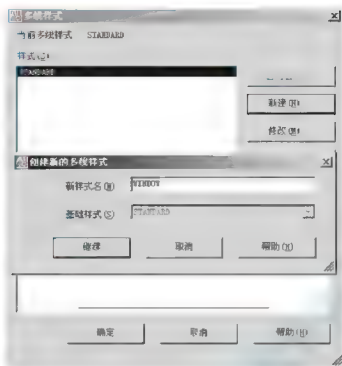

图 2.78 创建新的多线样式
(1) 执行菜单栏中的【格式】|【多线样式】命令,打开【多线样式】对话框。单击【新建】按钮,打开【创建新的多线样式】对话框,如图 2.78 所示。在【新样式名】文本框内输入“WINDOW”,单击【继续】按钮,打开【新建多线样式: WINDOW】对话框。